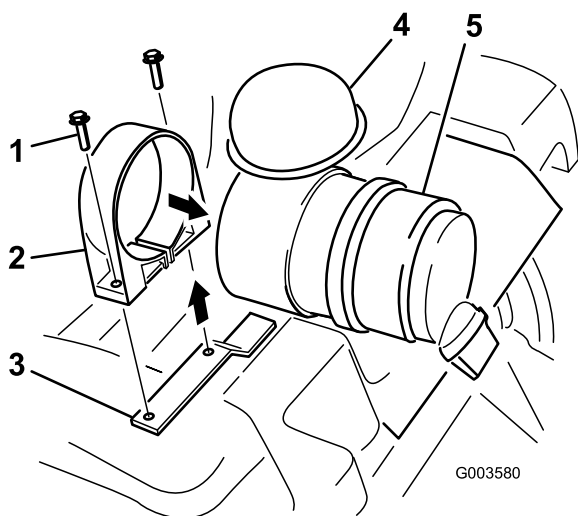

Figure 2
6. Ouvrez le collier du filtre à air et passez-le par dessus l'extrémité de la cartouche d'où le filtre a été sorti (Figure 2).